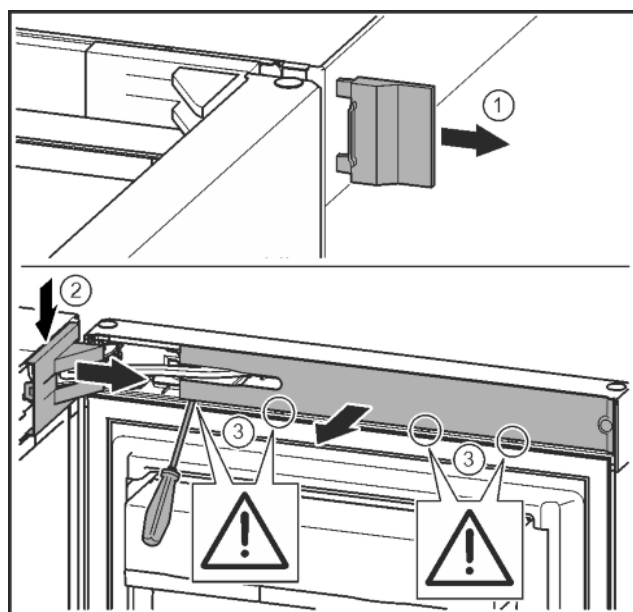

Fig. 7
- ▶ Detașați capacul exterior. Fig. 7 (1)
- ▶ Deblocați și desprindeți capacul suportului de lagăr. Scoateți capacul suportului de lagăr. Fig. 7 (2)
- ▶ Deblocați masca cu șurubelnița plată și pivotați-o în lateral. Fig. 7 (3)